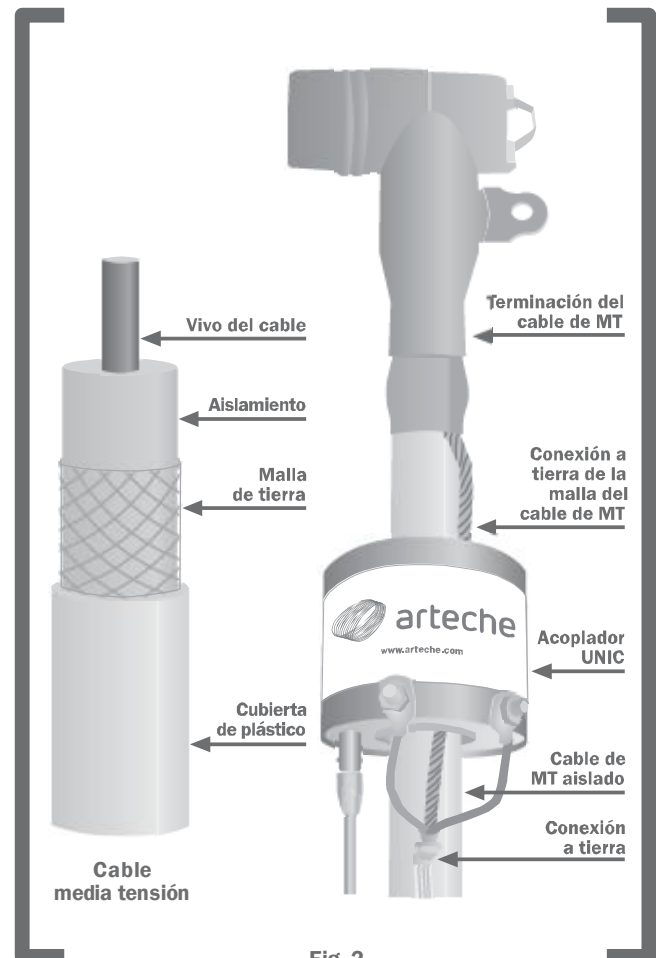

Fig. 2
2. Conexión de los bornes M6 de tierra a la conexión de tierra de la celda (ver fig. 2).
- 2. Conexión de la malla de tierra del cable.** Para el correcto funcionamiento de un acoplamiento inductivo es necesario que la pantalla de tierra que forma parte del cable aislado, vuelva a pasar a través del acoplador en sentido contrario, antes de su conexión a tierra (ver fig. 2). **MUY IMPORTANTE:** Previamente al paso del cable de tierra por el interior del acoplador debemos asegurarnos de que no se derive ninguna conexión a tierra, por contacto con herrajes de la celda o elementos metálicos.
- 4. Conexión a tierra del acoplador.** Aunque esta condición puede variar según las normas internas de cada compañía eléctrica, el acoplador, al igual que cualquier dispositivo instalado dentro de la celda, debe conectarse a tierra. Esto se realiza a través de los bornes de tierra que incorpora el propio acoplador (ver fig. 2). **IMPORTANTE:** El acoplador presenta un aislamiento de 5Kv entre la carcasa metálica conectada a los terminales de tierra M6 y el conector BNC. Se deberá evitar que el cable de tierra se aproxime al conector BNC.